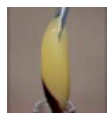
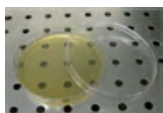

Fig.10
Fig.11
b) La gelificazione avverrà in circa 5-7 minuti (In funzione della temperatura). Il coagulo prenderà la forma del contenitore nel caso della provetta un cilindro (Fig.10), se si volesse ottenere una membrana basterà versare il contenuto della provetta in una capsula tipo Petri (Sterile). (Fig.11)